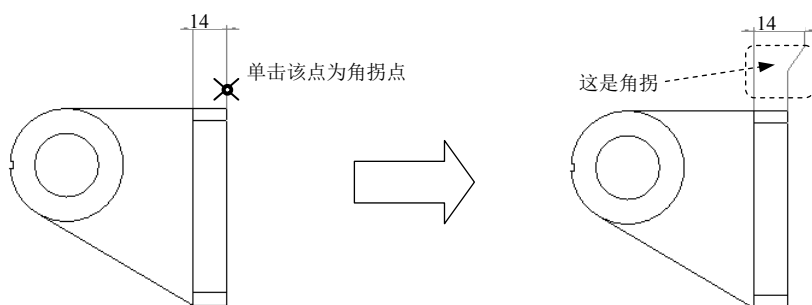

图 6.5.16 创建角拐
- **插入角拐**：该选项的功能是创建尺寸边线的角拐,如图 6.5.16 所示。操作方法:选择该选项后,接着选择尺寸边线上的一点作为角拐点,移动鼠标,直到该点移到所希望的位置,然后再次单击,单击中键结束操作。